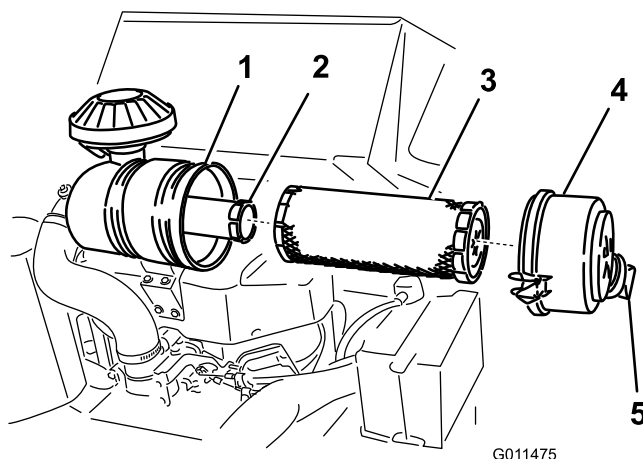

Bild 30
3. Lösen Sie die Riegel am Luftfilter und ziehen Sie die Abdeckung vom Gehäuse ab (Bild 30).
1. Schieben Sie den Hauptfilter vorsichtig aus dem Luftfiltergehäuse heraus (Bild 30). Vermeiden Sie ein Anstoßen des Filters an der Seite des Gehäuses.
- Wenn Sie den Sicherheitsfilter auswechseln, schieben Sie den neuen Filter vorsichtig in das Filtergehäuse (Bild 30).
- Schieben Sie den Hauptfilter vorsichtig auf den Sicherheitsfilter (Bild 30). Stellen Sie sicher, dass dieser einwandfrei einliegt, indem Sie beim Einbauen auf den äußeren Rand des Filters drücken.
- Setzen Sie die Luftfilterabdeckung auf (die Staubkappe sollte so wie in Bild 30 dargestellt ausgerichtet sein) und befestigen Sie die Riegel.